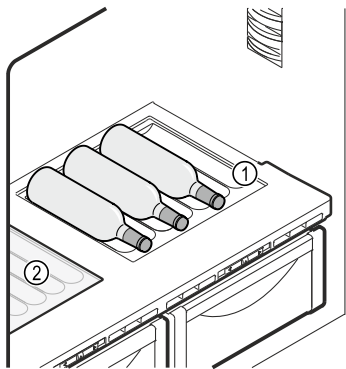

Fig. 128 Ilustrační zobrazení
- ▶ Skleněnou desku Fig. 128 (2) vložte pod variabilní přihrádku na láhve.